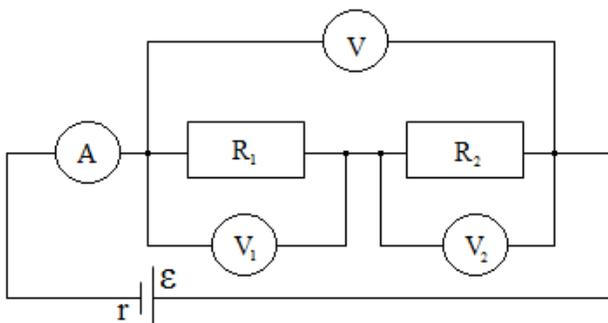

Рис.1
1. Собрать электрическую цепь по схеме (рис. 1), соблюдая полярность подключаемых приборов. Установить положение ползунков реостатов на максимальное значение сопротивлений (минимальное значение тока на амперметре).